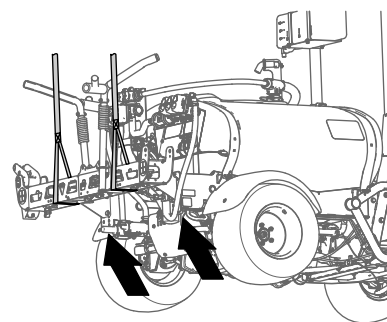

Figura 43
2. Suporte a secção de pulverização central com o equipamento de elevação com a capacidade especificada (Figura 43).